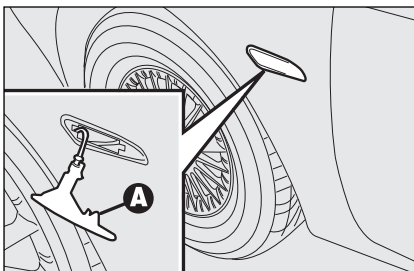
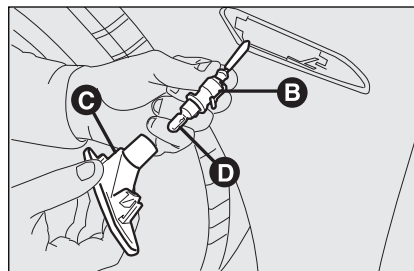

fig. 30
fig. 31
de auto, zodat de bevestigingsveer wordt samengedrukt **A-fig. 30**. Maak de voorzijde los en verwijder de unit;
- draai de lamphouder **B-fig. 31** linksom en verwijder het lampenglas **C**.
- plaats de lamphouder **B-fig. 31** in het lampenglas **C** en plaats de unit; controleer of de bevestigingsveer **A-fig. 30** goed vastzit.